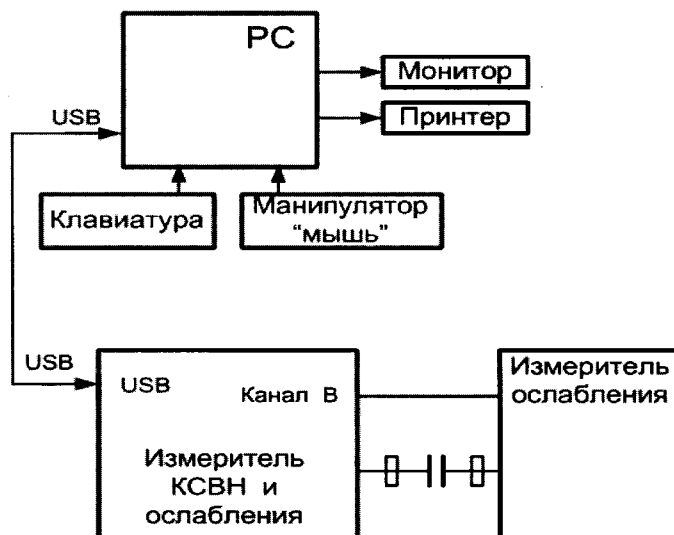

Рисунок 6
– подсоединить входной фланец канала В к выходному фланцу блока измерения ослабления из комплекта поставки измерителя P2-65M (рисунок 6);